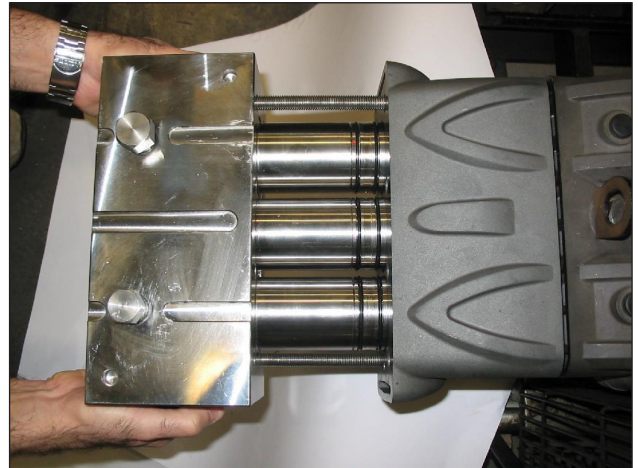
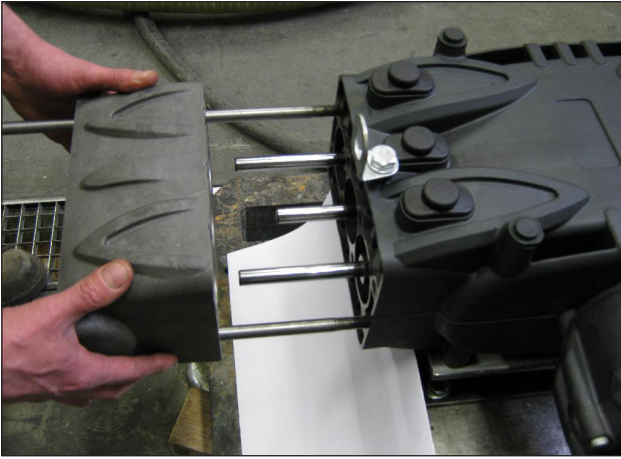

Fig. 37
Fig. 38
- Désassembler la tête et l'entretoise de chemises du carter de pompe comme le montrent les Fig. 37 et Fig. 38.
- Désassembler la tête et l'entretoise de chemises du carter de pompe en suivant les explications au parag. 2.2.1, Fig. 37 et Fig. 38.